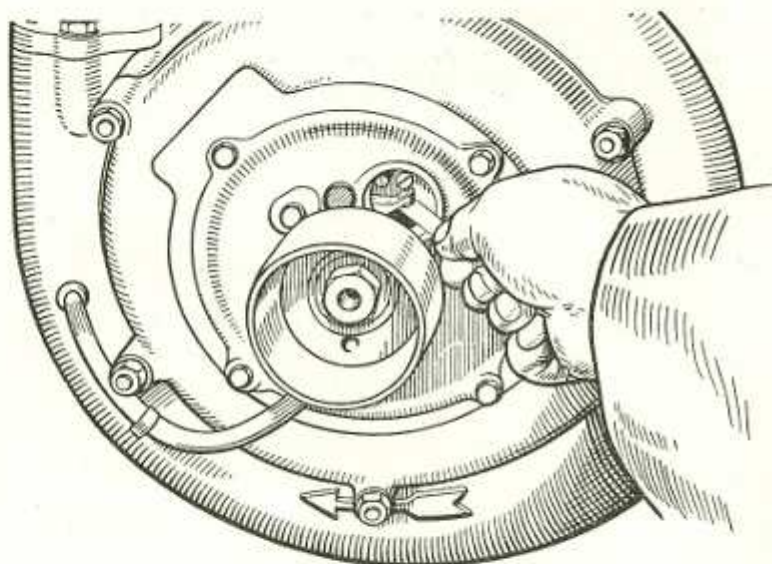

Bild 7 Reinigen der Kontakte bei Zündertyp UF ..
0,3...0,4 mm für Unterbrecher nach Bild 7 (UF)